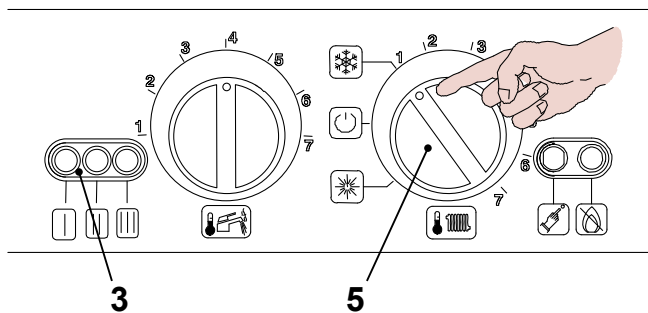

рис. 6.4
- Подайте электрическое питание на бойлер (двухполюсным выключателем); сигнальная лампа 3 загорается с интервалом в четыре секунды рис. 6.4 .
- Поверните переключатель функций 5 как показано в рис. 6.4 , сигнальная лампа 3 будет мигать с интервалом в 2 секунды.